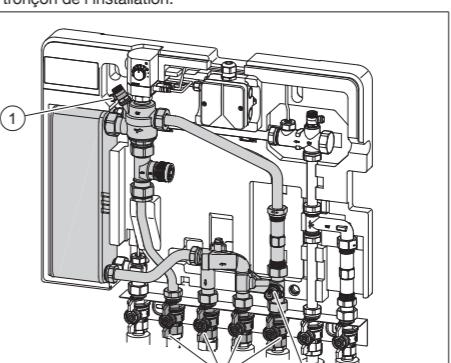

Fig. 3: Montage du robinet de réglage
1. Fermer les 4 robinets à tournant sphérique (3) marqués dans Fig. 3, situés sur le bloc de raccordement avec robinets à tournant sphérique.
(1) Mode service
5. Ouvrir le robinet de purge (voir Fig. 3 (1)) pour détendre le tronçon de l'installation.
6. Ouvrir le robinet de vidange (voir Fig. 3 (2)).
11. Fermer les robinets de purge et de vidange (voir Fig. 3).